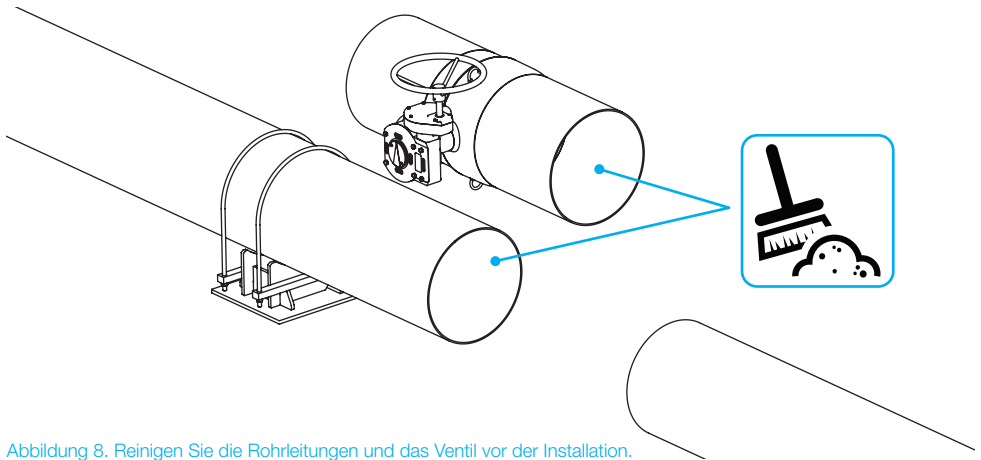

Abbildung 8. Reinigen Sie die Rohrleitungen und das Ventil vor der Installation.
- Reinigen Sie die Rohrleitungen und das Ventil, siehe Abbildung 8